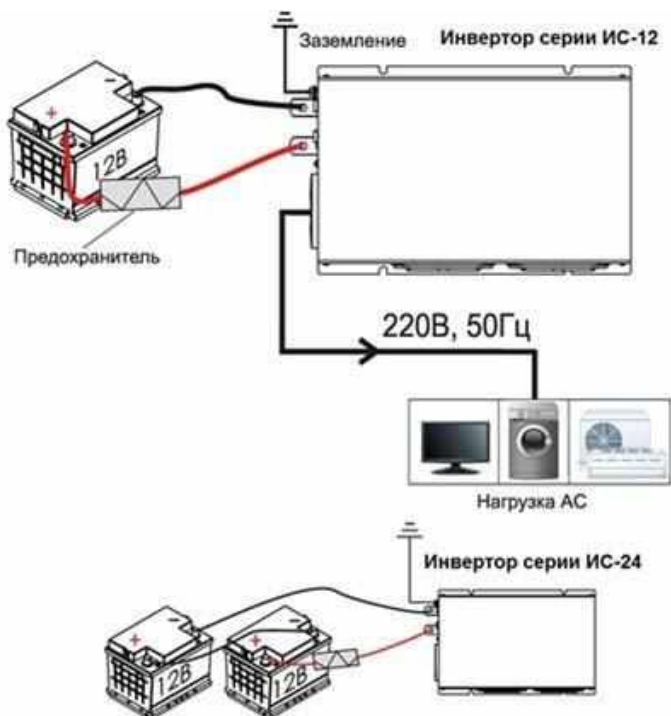

Рисунок 2 Схема подключения инверторов серии ИС
8.3 Подключение инвертора производится в следующем порядке согласно Рис.2:
– подсоедините инвертор к аккумулятору с помощью входных кабелей через проходной предохранитель, расположенный непосредственно на плюсовой клемме аккумулятора (номинал предохранителя указан на Рис.2). Входные кабели подсоединять к инвертору с помощью болтов, обеспечивая усиленную затяжку. Сечение кабеля выбирать согласно данным табл. 6.1.